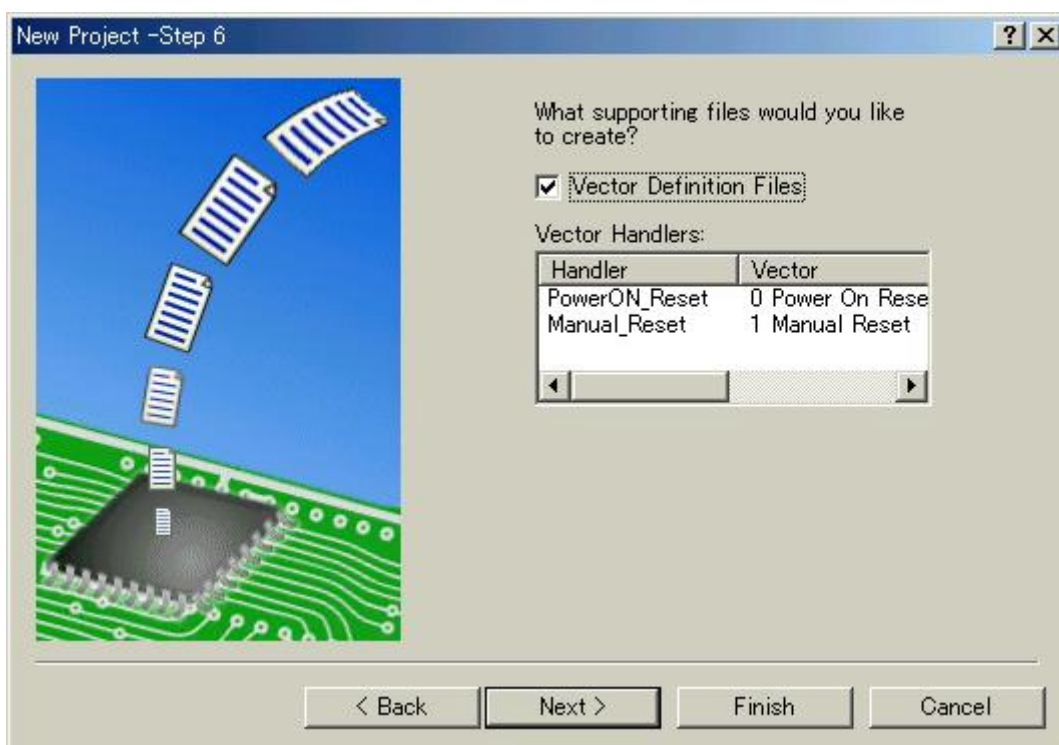

図 2.7 ベクタ設定画面 ( Step6 )
Step5画面で [ Next > ] をクリックすると、図 2.7に示す画面を表示します。この画面で、ベクタを設定します。